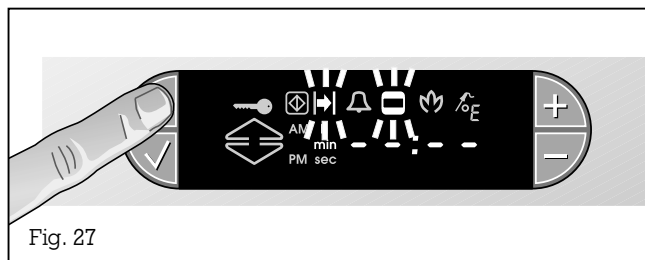

Fig. 27
- Appuyez 2 fois sur la touche ⌚ (horloge). Sur l'afficheur, les symboles « fin » et « temps de cuisson » et unité de temps clignotent (fig. 27).